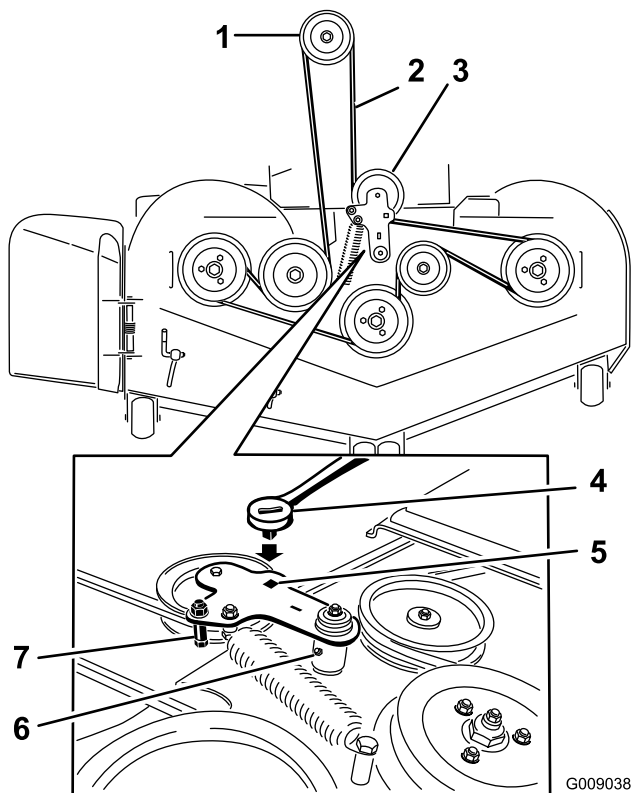

Figure 75
5. Insérez un rochet dans le trou carré du bras de la poulie de tension pour détendre le ressort de la poulie de tension (Figure 75).
7. Enlevez le guide de courroie situé sur le bras de la poulie de tension appelée par ressort (voir Figure 75).
- Acheminez la courroie neuve autour des poulies du tablier de coupe et de la poulie d'embrayage, sous le moteur (Figure 75).
10. Montez le guide de courroie sur le bras de la poulie de tension (voir Figure 75).
11. Insérez le rochet dans le trou carré et montez le ressort de la poulie de tension (Figure 75).